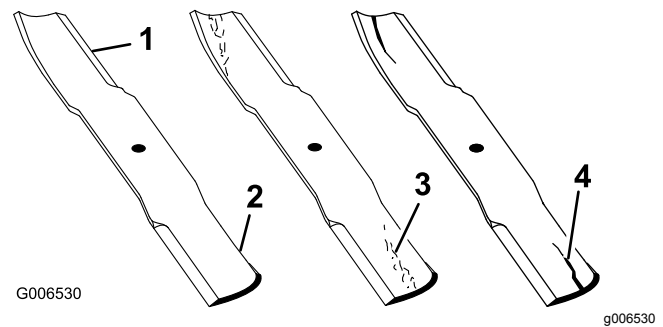

Figura 60
1. Inspeccione los filos de corte (Figura 60).
4. Si observa fisuras, desgaste o la formación de una ranura en esta zona, instale de inmediato una cuchilla nueva (Figura 60).